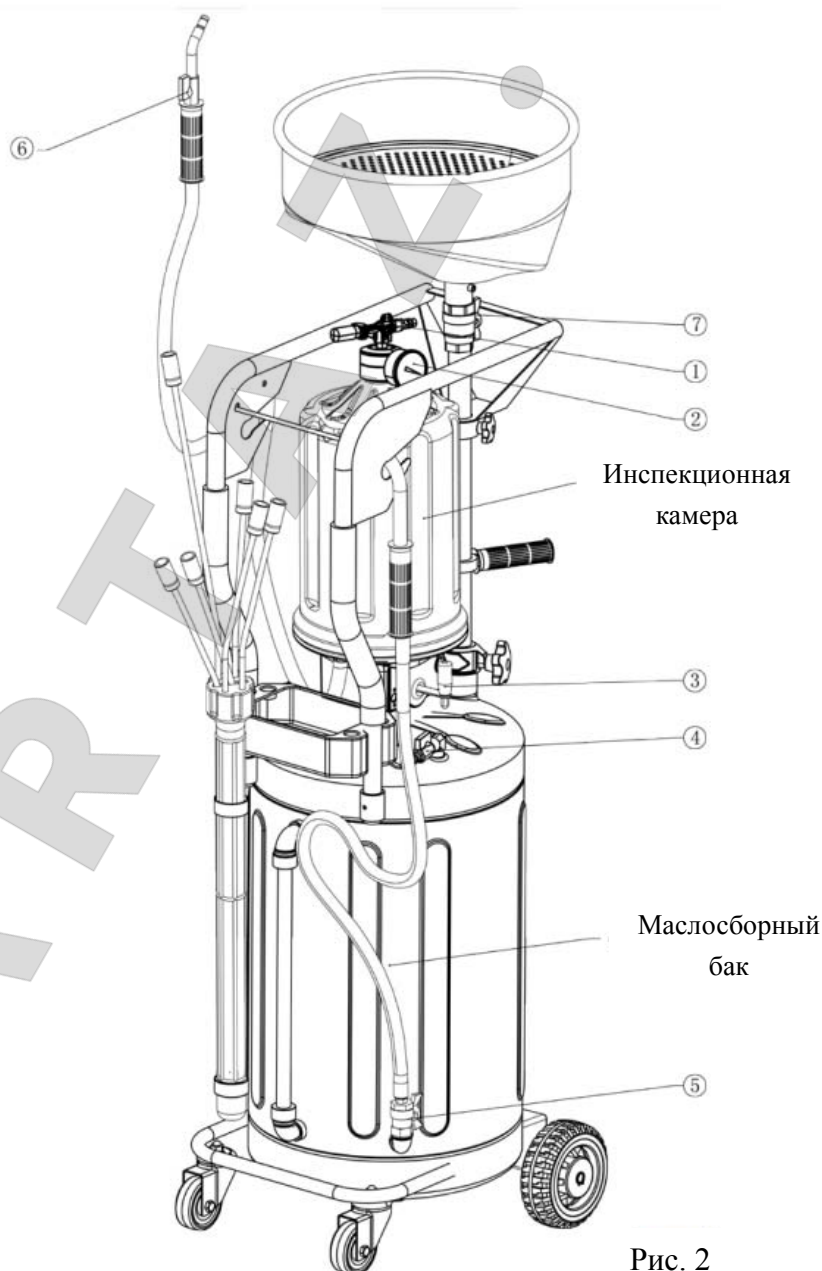

Рис. 2
1. Закройте шаровой кран (3) на установке (здесь и далее см. рис. 2) и сливной кран (6) (на